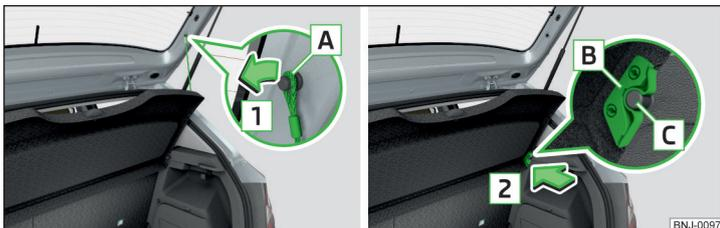

Fig. 100 Retirar la cubierta del maletero
Si las cintas de sujeción **A** » fig. 100 están enganchadas en la tapa del maletero, entonces al abrir la tapa también se levantará la cubierta del maletero (a continuación, sólo cubierta).
- Sacar en ambos lados de la tapa del depósito las cintas de sujeción **A** en el sentido de la flecha **1** » fig. 100.
- Coloque los alojamientos **B** en la cubierta sobre los pernos **C** del revestimiento lateral » fig. 100.
- Los alojamientos **B** en la cubierta deben colocarse completamente en los pernos **C** del revestimiento lateral » fig. 100.
En el área delantero tienen que enclavar completamente los alojamientos [B] » fig. 100 de la pág. 91 de la cubierta en los pernos en el revestimiento lateral. En la parte trasera tiene que estar asegurada la cubierta en ambos lados debajo del enclavamiento.